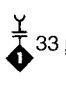

Fig. 7
- a) Meßaufbau gemäß S. 6 Fig. 7 erstellen.
- b) Meßsender auf 100 MHz, 40 kHz Hub und 500  $\mu$ V einstellen. Rechten Kanal mit 1 kHz modulieren (FM).
- b) Meßsender auf 100 MHz, 40 kHz Hub, 1 kHz Modulation (FM) und 500  $\mu$ V einstellen.
- a) Provide test set up in accordance with page 6, Fig. 7.
- b) Set the signal generator to 100 MHz, 40 kHz deviation and 500  $\mu$ V. Modulate (FM) the right-band channel using 1 kHz.
- a) Provide a measurement setup in accordance with page 6, Fig. 7.
- b) Set the signal generator to 100 MHz, 40 kHz deviation, 1 kHz modulation (FM) and 500  $\mu$ V.
- a) Provide a measurement set up in accordance with page 6, Fig. 7.